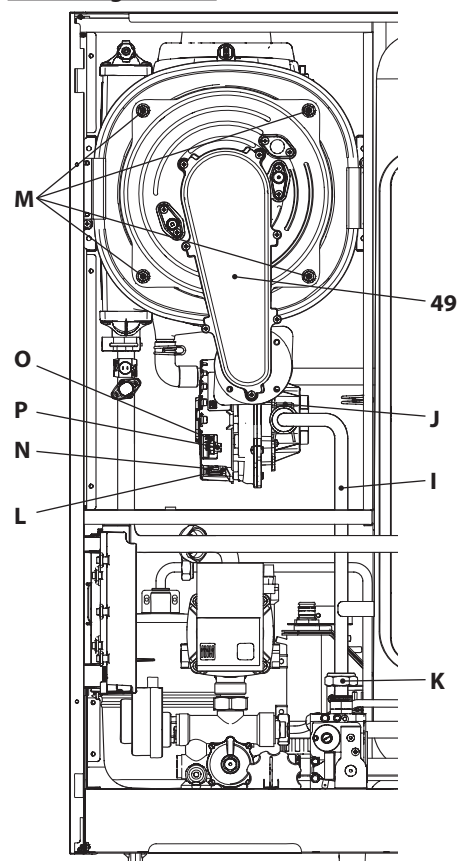

Figura 9.14
**Rimozione del gruppo bruciatore ventilatore 49 in Figura 9.14.**
- Inserire un cacciavite piano nella rientranza L del connettore N e fare leva verso il basso, contemporaneamente scollegare il connettore N tirandolo frontalmente (Figura 9.14).
- Scollegare il connettore del ventilatore O premendo il gancio in plastica P posizionato nella parte sottostante del connettore (Figura 9.14).
- Svitare i dadi M e rimuovere il gruppo bruciatore ventilatore 49 (Figura 9.14)